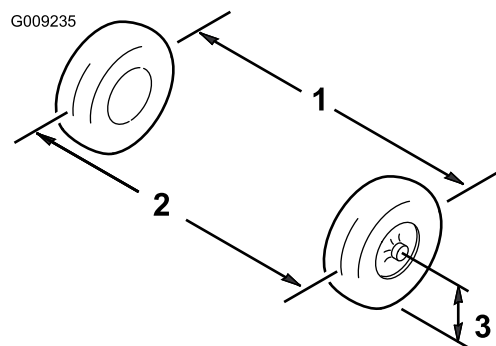

Figure 32
1. Mesurez la distance entre les roues avant à hauteur d'essieu, à l'avant et à l'arrière des roues (Figure 32).